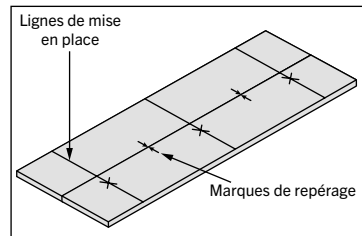

Figure 15. Lignes de mise en place et marques de repérage.
3. Utilisez une équerre pour tracer des lignes de mise en place à travers les planches à travers des marques, puis faites des marques de repérage sur le bord de chaque planche pour vous assurer que le bord correct est coupé (voir figure 15).